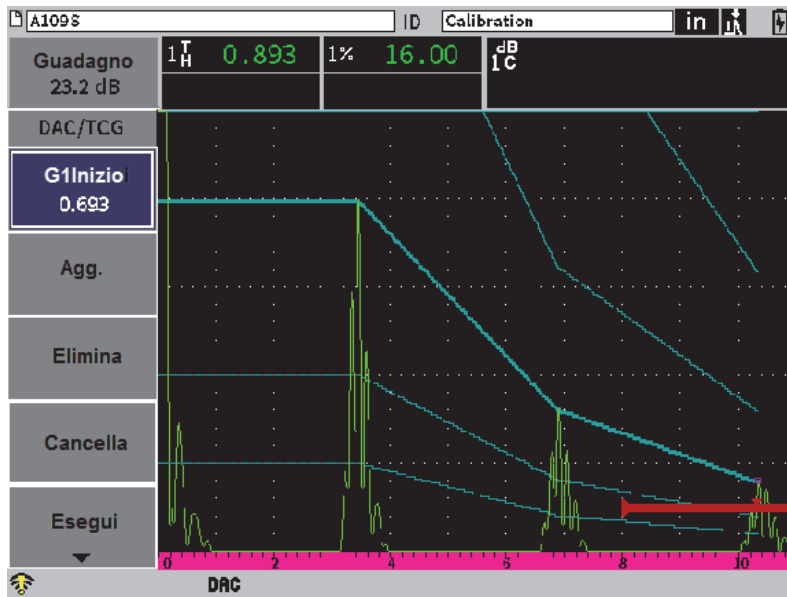

Figura 11-16 Curve JIS
4. Regolare il valore d'inizio G1 e usare il pulsante **Add** per aggiungere i punti e creare la curva DAC desiderata (vedere Figura 11-16 a pagina 195).